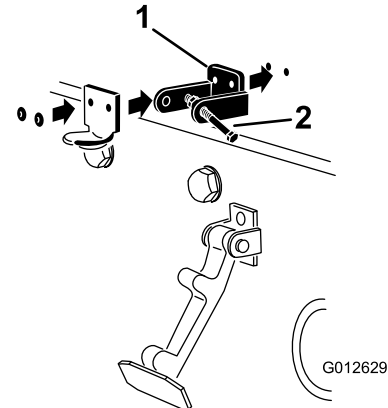

Bild 16
Hinweis: Die Riegelhalterung muss an der Haube anliegen (Bild 16). Nehmen Sie die Schraube und Mutter nicht vom Halterungsarm für den Riegel ab.
5. Nieten Sie die Halterungen und Scheiben an die Haube (Bild 16).